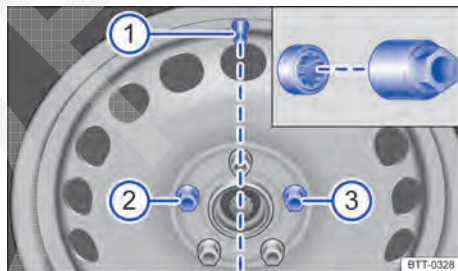

Fig. 229 Troca de roda: Válvula do pneu ① e posições de montagem do parafuso de roda antifurto ② ou ③.
Antes de colocar a calota integral, o parafuso de roda antifurto deve ser aparafusado na posição ⇒ Fig. 229 ② ou ⇒ Fig. 229 ③. Do contrário, a calota integral não pode ser montada.
A calota integral da roda deve ser pressionada sobre o aro de tal modo que o recorte da válvula se posicione sobre a válvula do pneu ⇒ Fig. 229 ①. Ao colocar a calota integral, atentar para que se encaixe com segurança em toda a circunferência. <
O parafuso de roda antifurto deve estar aparafusado em uma roda com calota integral na posição ⇒ Fig. 229 ② ou ③. Do contrário, a calota integral não pode ser montada.